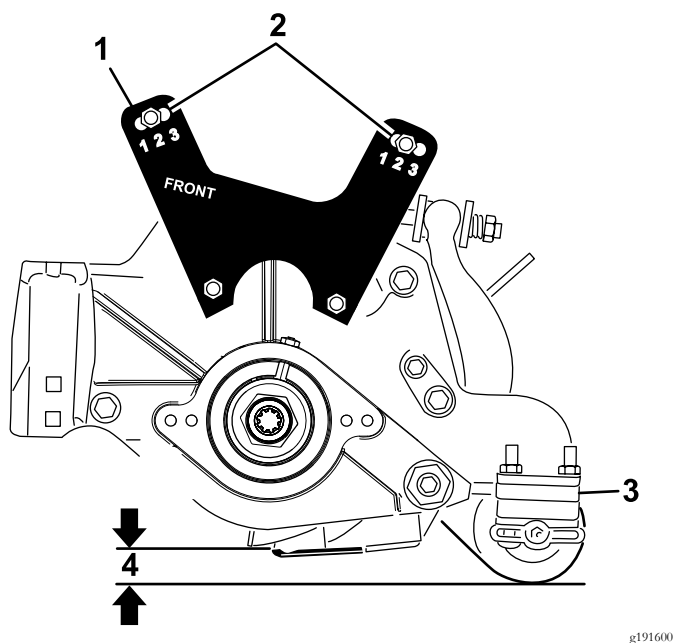

Figura 21
- Baixe a unidade de corte para o chão e meça a distância do chão à parte superior da lâmina de corte, como se mostra na Figura 21.